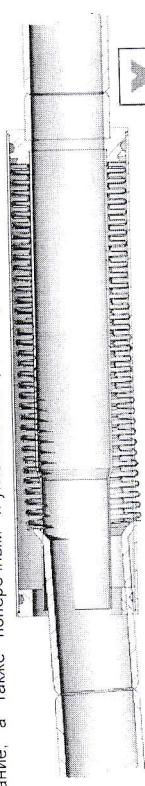
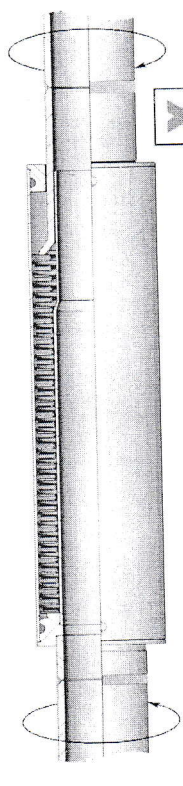

Рис.1
Рис.2
- При монтаже и в процессе эксплуатации не допускается подвергать компенсатор нагрузкам на скручивание, а также поперечным и угловым смещениям (Рис.1, Рис.2).